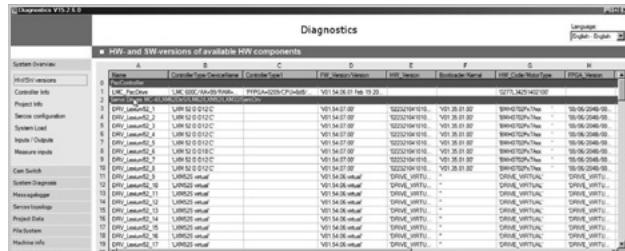

Figura 101
1. Versiones de hardware y software (bajo la pestaña System Overview (Generalidades del sistema) (figura 101):